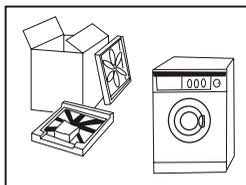

图 1
● 拆除全部外包装组件（包括泡沫底座），以免使用时产生震动，如图1所示：
1. 按住锁紧杆下端往下压滑动器,从进水管部件上取下进水管接头,如图1。